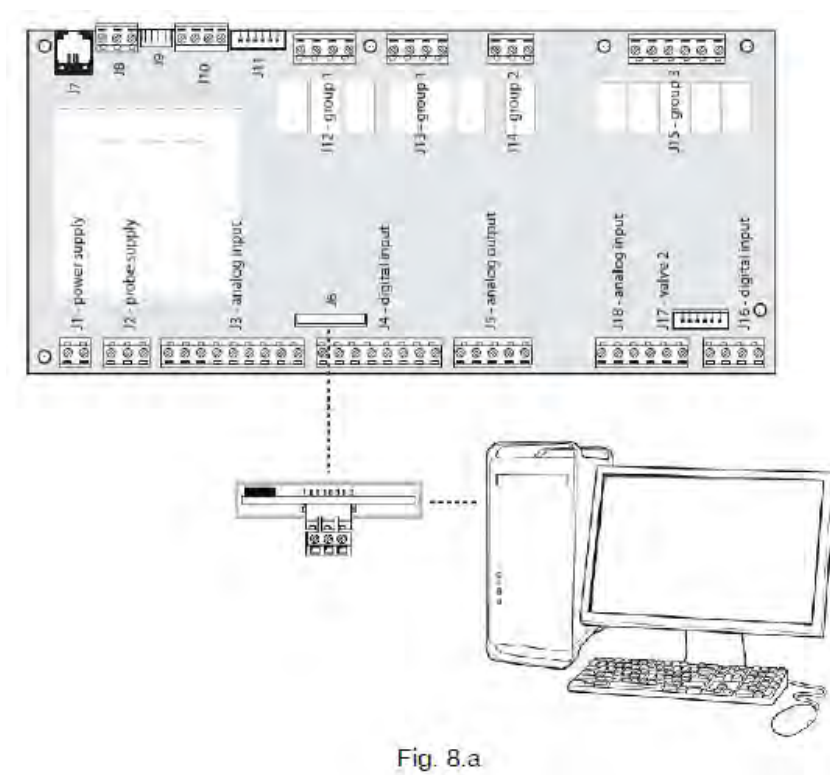

Fig. 8.a
- **C RS485:** Codice PCOS004850 (vedi fig 8.a.)
Codice PCOS004850 (vedi fig 8.a.)
- **C RS485:** code PCOS004850 (see Fig. 8.a)
code PCOS004850 (see Fig. 8.a)